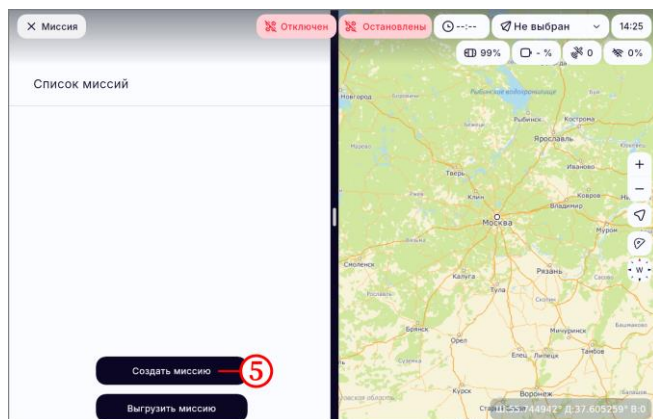

Рисунок 42
- в меню управления миссиями нажать на кнопку «Создать миссию» (рисунок 42, шаг 5);